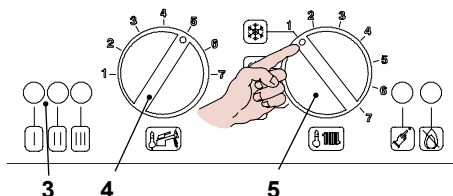
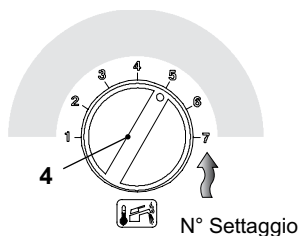

Figura 7.6
Figura 7.8
- Posizionare il selettore 5 come indicato in Figura 7.6 ; la lampada di segnalazione 3 lampeggia ad intermittenza circa ogni 2 secondi.
- Per settare la pressione di accensione del bruciatore le spie di segnalazione 3 in Figura 7.6 devono essere visualizzate come in Figura 7.7 (legenda spie Figura 7.4).
- Se non si visualizza questa sequenza premere il pulsante di ripristino 6 in Figura 7.6 tante volte fino alla visualizzazione (4 volte).
Per visualizzare il settaggio impostato tenere premuto il pulsante di ripristino 6 in Figura 7.6 per circa 5 secondi. Le spie di segnalazione 3 in Figura 7.6 lampeggeranno un numero di volte pari al settaggio (Figura 7.8).
- Per cambiare il settaggio ruotare la manopola regolazione temperatura sanitari 4 in Figura 7.6 e posizionarla nella posizione prescelta Figura 7.8 vedi anche Figura 7.9 (nella figura es. manopola settata per posizione 5), la lampada di segnalazione blocco 7 in Figura 7.6 lampeggerà velocemente.
- Per memorizzare il settaggio premere il pulsante di ripristino 6 in Figura 7.6 per circa 5 secondi, le spie di segnalazione 3 lampeggiano tutte quante simultaneamente come in Figura 7.10 (legenda spie Figura 7.4).